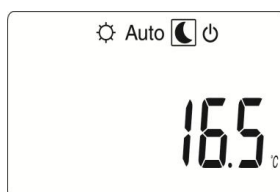

Fig. 14
- 1) appuyer sur la touche (▶) jusqu'à ce que soit entouré le symbole ☾ du fonctionnement réduit comme sur la Fig. 14;